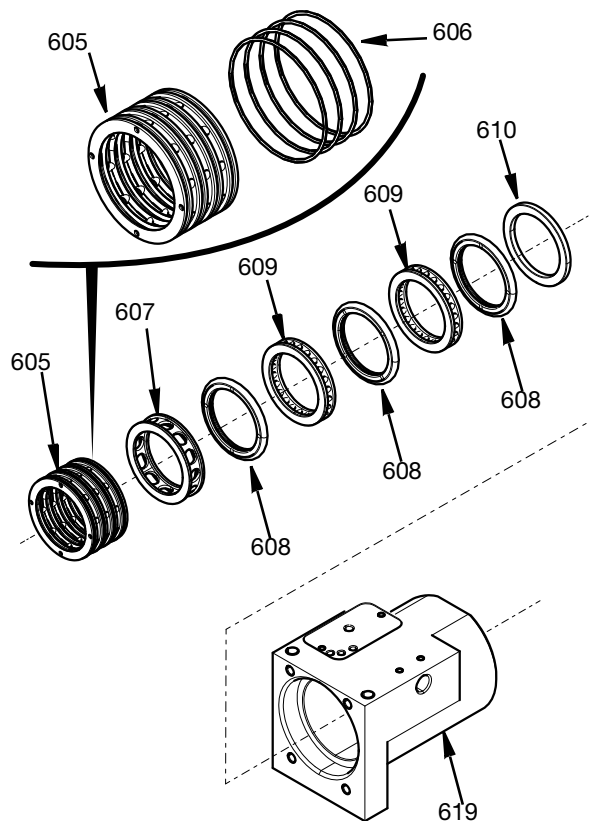

FIG. 22
2. Insérez avec précaution toutes les pièces dans le boîtier pivotant, comme indiqué sur FIG. 22. Les joints toriques (606) doivent être assemblés à la bague du distributeur d'air (605) avant d'être insérés dans l'alésage du boîtier pivotant. Assurez-vous que tous les joints et l'alésage du boîtier pivotant sont légèrement lubrifiés avant le montage. Voir FIG. 22.